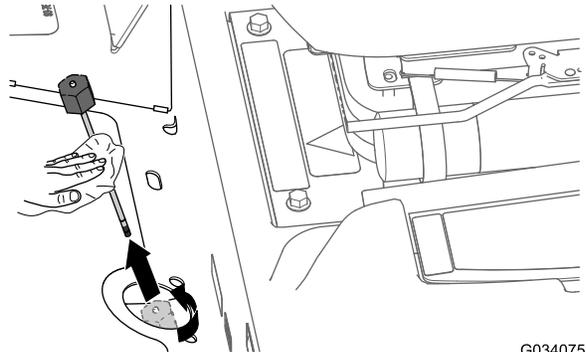

Figura 81
2. Allentate il tappo dell'asta di livello (Figura 81) e togliete l'asta dal tubo di riempimento del transaxle, poi pulite l'asta di livello con un panno pulito.